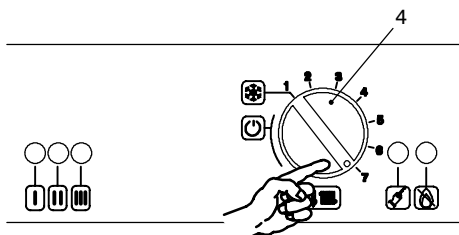

fig. 7.1
- 5 Ruotare il selettore di funzione 4 come in fig. 7.1